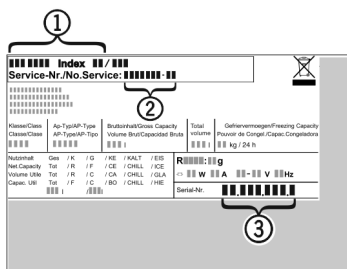

Fig. 8
- ▶ Relever la désignation de l'appareil Fig. 8 (1), le n° de service Fig. 8 (2) et le n° de série Fig. 8 (3) sur la plaquette signalétique. Cette plaquette se trouve sur la paroi intérieure gauche de l'appareil.
- ▶ Informer le S.A.V. et lui communiquer la panne, la désignation de l'appareil Fig. 8 (1), le n° de service Fig. 8 (2) et le n° de série Fig. 8 (3).